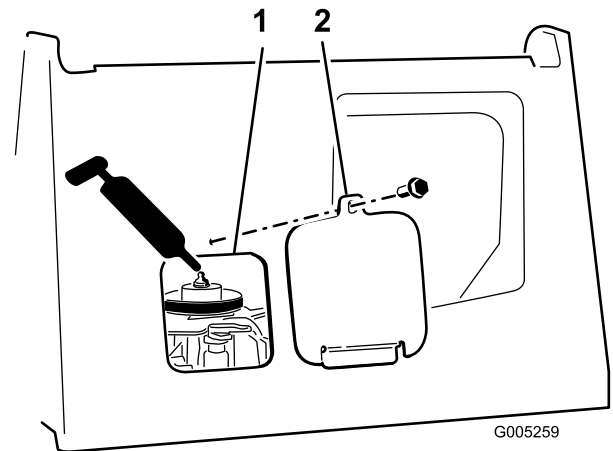

Figure 20
3. Raccordez une pompe à graisse au graisseur dans l'ouverture du couvercle du boîtier (Figure 20).